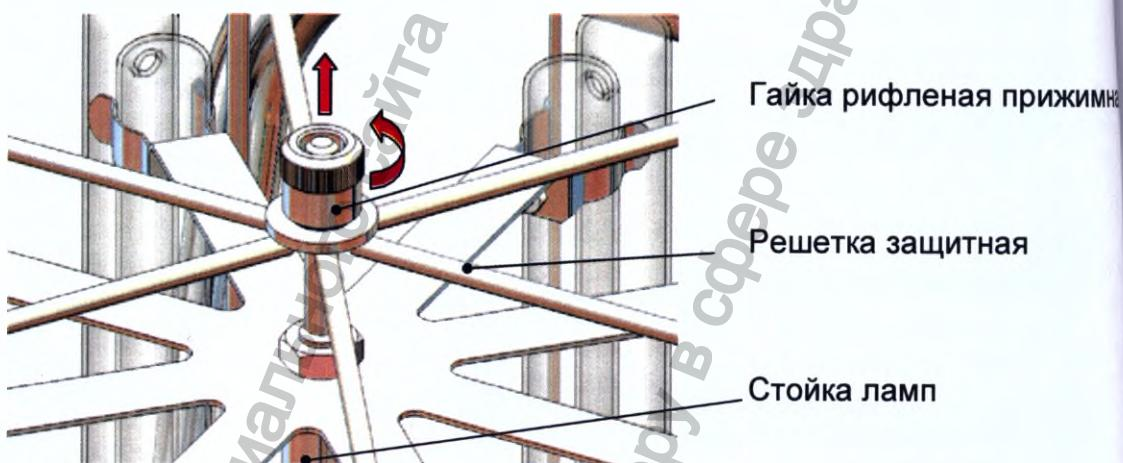

Рис. 24. Снятие защитной решётки.
- Снять защитную решетку, предварительно открутив прижимную рифлёную гайку вручную, без применения инструмента (п.7.6 рис. 24).
- Снять защитную решетку, предварительно открутив прижимную рифлёную гайку вручную, без применения инструмента (п.7.6, рис. 24).
- Вручную открутить рифлённую прижимную гайку защитной решётки, снять решётку защитную вертикально вверх (рис. 24).